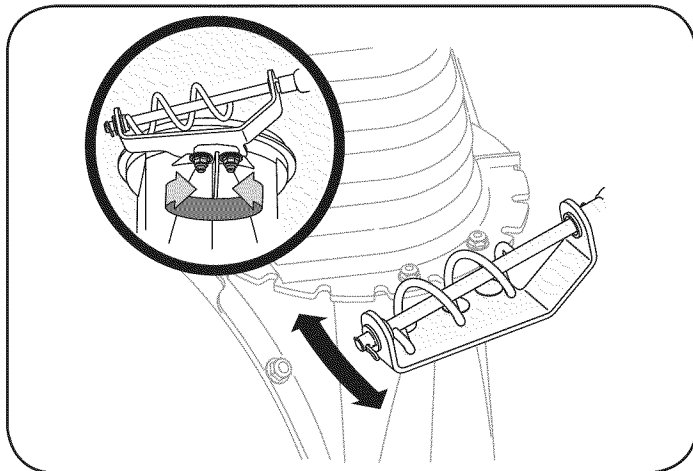

Figura 27
1. Aflojar las dos tuercas que aseguran el soporte de la tolva y recolocar ligeramente. Vea la Figura 27.
1. Desconecte el montaje de la tolva de manivela en la tolva de descarga final, eliminando las dos tuercas que aseguran el soporte de la tolva. Referirse a la inserción de la figura 27.